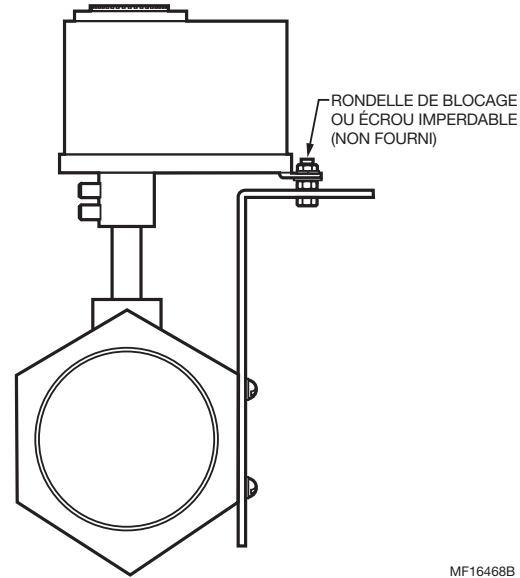

Fig. 4. Montage de l'actionneur ML7999C avec le support de montage.
4. Installez le support de montage (non inclus) au besoin. Voir la Fig. 4.